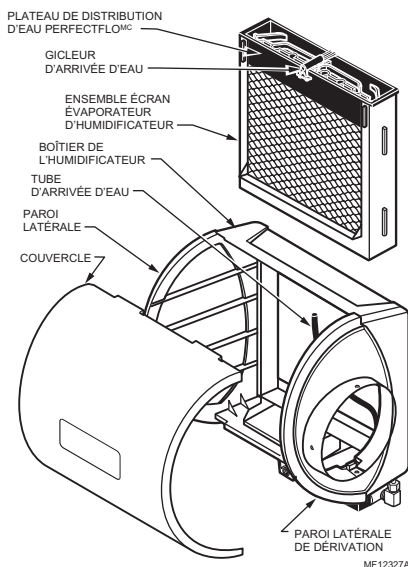

Fig. 16. Nettoyage de l'humidificateur.
2. Enlever le couvercle de l'humidificateur. Voir la Fig. 16.